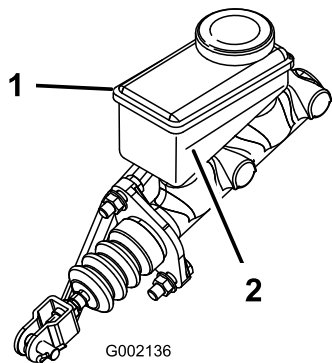

図 64
5. タンクの側面についているマークで、量を点検する 図 64。
B. 最低ラインより上まで DOT 3 ブレーキ液を補給する 図 64。